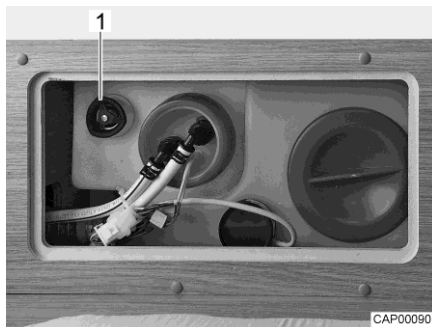

Fig. 119 Depósito de agua con tirador giratorio
- Girar el tirador giratorio (Fig. 119,1) del depósito de agua en sentido contrario a las agujas del reloj sobrepasando la resistencia, para abrir el orificio de salida completamente.